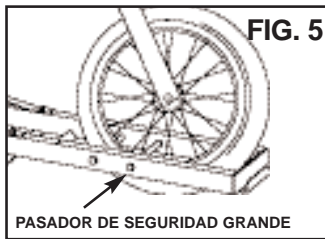

FIG. 5
Sujete la motocicleta con correas de trinquete (no se suministran las correas). Introduzca uno de los pasadores de seguridad por el orificio superior y a través de los rayos de la rueda delantera. Fijelo con un pasador de horquilla. **Vea la FIG. 5**
PASO 3. CÓMO COLOCAR LOS PERNOS LARGOS. El portamotocicleta está diseñado para cargar la motocicleta desde el lado izquierdo o el lado derecho, por medio de la rampa. En cada soporte para neumáticos hay tres conjuntos de orificios en la parte central y un juego de orificios en la parte superior. Para los orificios de la parte superior se usan los pasadores de seguridad y los pasadores de horquilla. Ve la FIG 5. Los 4 pernos largos se usan en el orificio del centro para servir de soporte a los neumáticos de la motocicleta. **NOTA:** Es posible que, dependiendo del tamaño de su motocicleta, no necesite algunos de estos pernos.